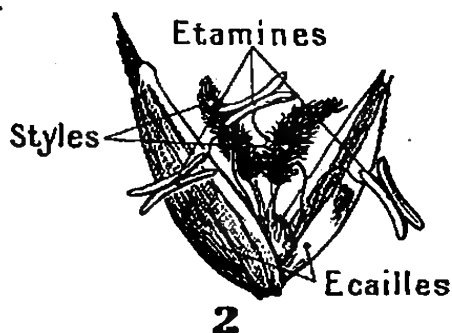

Fig. 332. — 1, blé; 2, fleur (très grossie).
2. Blé. — Le blé ou *froment* (fig. 332) est la plus importante des céréales. Avec son grain, de couleur jaunâtre, réduit en farine, on fabrique du *pain* et des *pâtes alimentaires*; sa paille sert à la nourriture du bétail, à la confection des litières, etc.